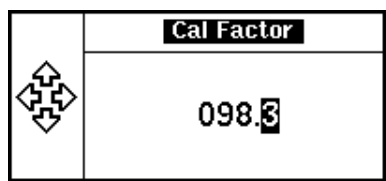

図 7-6 校正係数ポップアップ・ウィンドウ
- 10 必要な場合、チャンネルの **Cal Fac %** を押してこの設定を変更します。校正係数ポップアップ・ウィンドウが図 7-6 のように表示されます。